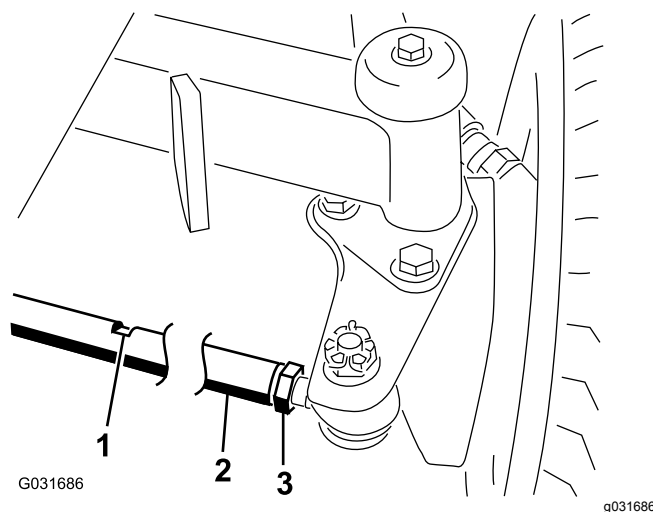

Figura 48
2. Allentate il controdado da ciascun lato del tirante (Figura 48).